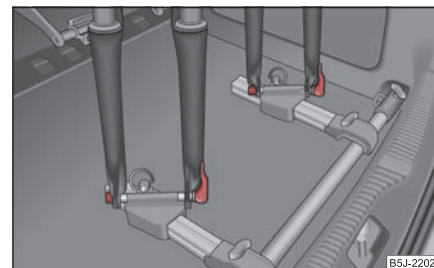

Fig. 91 Așezarea bicicletei
- Așezați furca bicicletei pe axul de fixare și strângeți cu întinzătorul rapid ⇒ fig. 91.